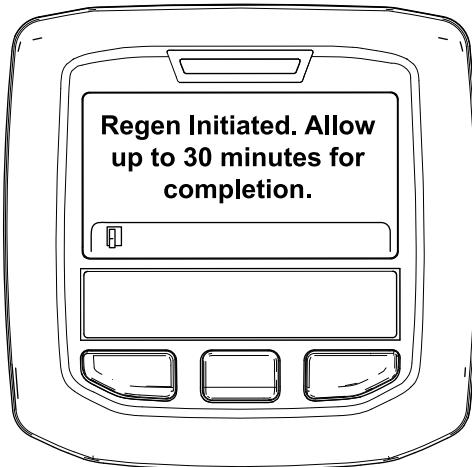

Figura 36
- Se a regeneração for permitida, surge a mensagem “Regen Initiated. Allow up to 30 minutes for completion” (Regen. iniciada. Aguarde 30 minutos até ser concluída) no InfoCenter; aguarde até que a máquina conclua o processo de regeneração em estacionamento (Figura 36).